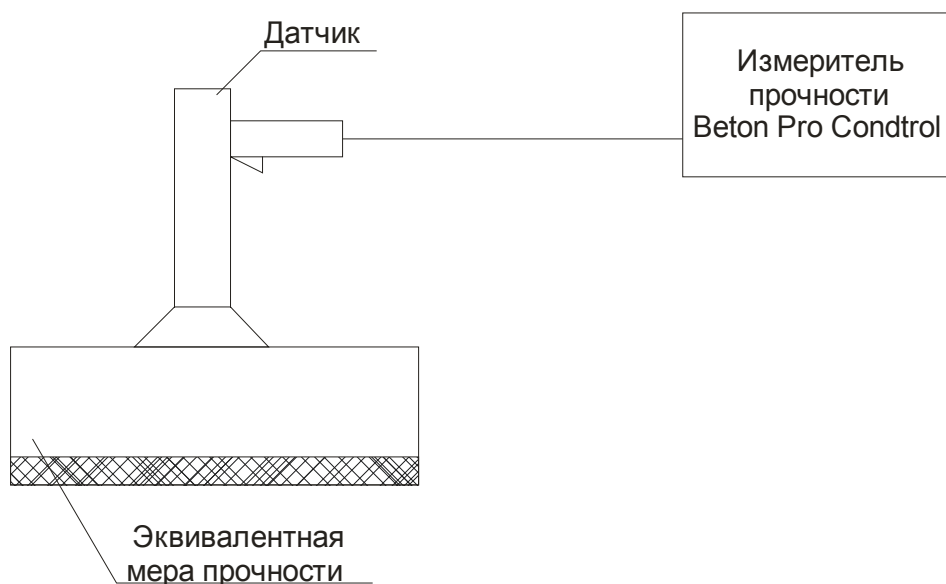

Рис. 7.1. Схема поверки прибора Beton Pro CONDROL по эквивалентным мерам прочности.
7.4.3 Поверку прибора по эквивалентным мерам прочности произведите в соответствии со схемой, приведенной на рис. 7.1.
*Значение показателя прочности при проведении испытаний в соответствии со схемой рис. 7.1 (сверху вниз).